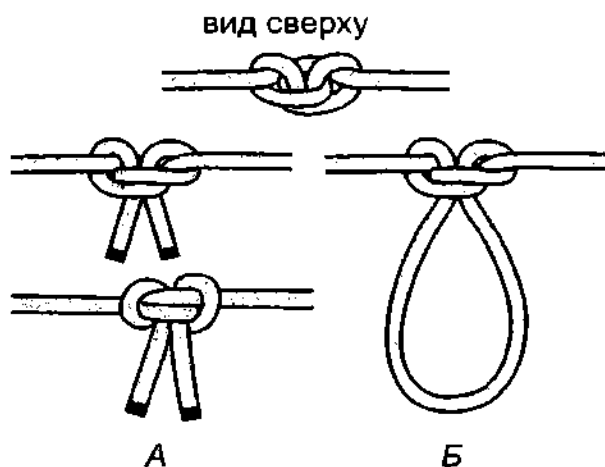

Рис. 832. А – ездовой узел; Б – ездовая петля.
**Австрийский проводник (ездовая петля)** одна из лучших петель, используемых в альпинизме. **Ездовой узел** – родной брат **ездовой петле** (рис. 832). Он так же, как и **ездовая петля**, способен надёжно выдержать большие нагрузки. **Ездовой узел** не ползёт, не ослабляет трос, крепкий и безопасный, а после использования также легко и быстро развязывается, как и завязывается. После завязывания узел совсем не ползёт и сразу же готов к работе. Перед работой **ездовой узел** необходимо расправить и хорошенько затянуть.